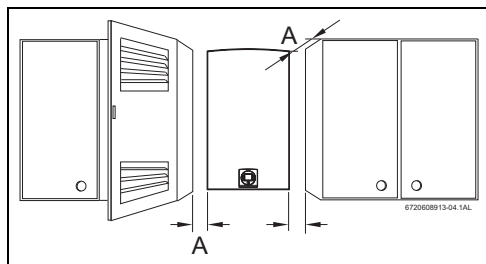

Fig. 19 Distancias mínimas
- Respetar las medidas mínimas de instalación indicadas en la Fig. 19.
- Asegurar un buen acceso para los trabajos de mantenimiento, respetando las distancias mínimas indicadas en la Fig. 19 .